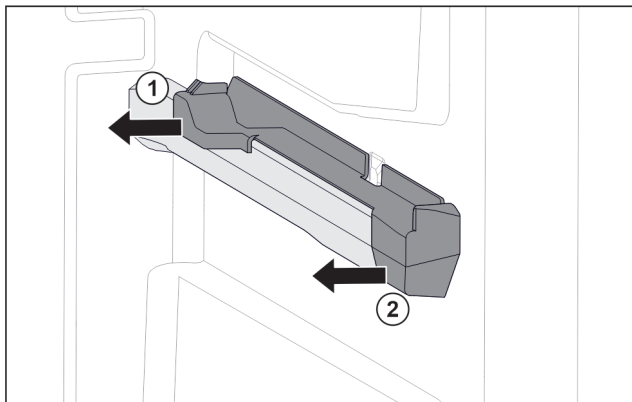

Fig. 50 Вставная часть на правом контейнерном ребре
- ▶ Отодвиньте вставную часть сзади в сторону. Fig. 50 (1)
- ▶ Отодвиньте вставную часть спереди в сторону. Fig. 50 (2)